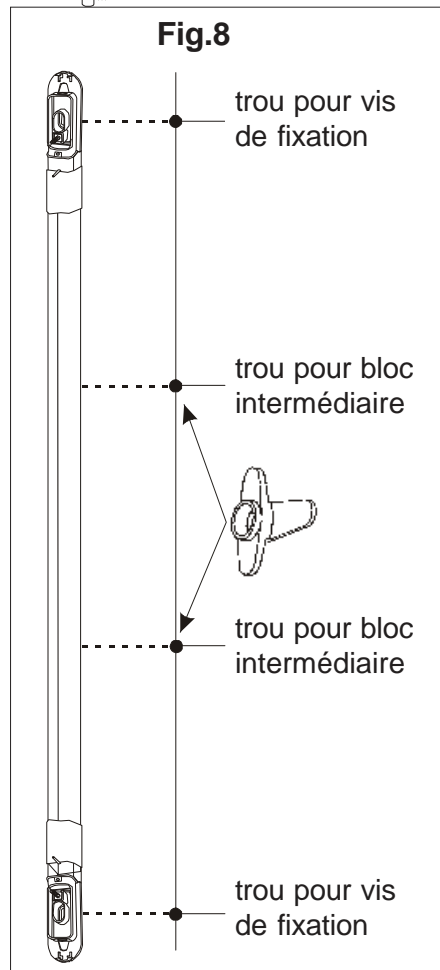

Fig.8
- Après avoir marqué les trous nécessaires aux vis de fixation effectuer d'éventuels trous pour les blocs intermédiaires (figure 8).